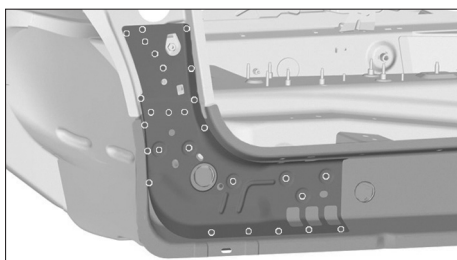

FIG. 124
- Souder par points électriques (Fig.124).